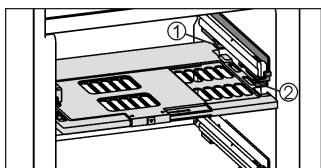

Fig. 7
- Feuchteregulierungsplatte einsetzen: Deckelstege der Platte von unten in die hintere Halterung Fig. 7 (1) einführen und vorne in die Halterung Fig. 7 (2) einrasten.